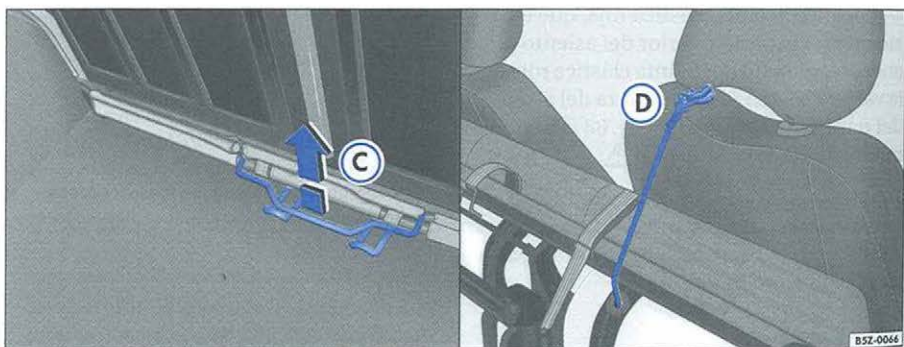

Fig. 90 Palanca para desbloquear el conjunto del piso / asiento inclinado fijado con la cinta elástica roja en la guía del apoyo para cabeza
– Tire de la palanca ⇒ página 106, fig. 90 ② para desbloquear el conjunto del piso, y al mismo tiempo, levántelo **cuidadosamente** en la dirección de los asientos delanteros ⇒ ⚠.
– Localice la cinta elástica roja, que está alojada en la parte inferior del asiento del banco y encaje el gancho de la cinta elástica roja en la varilla del apoyo para cabeza del asiento del pasajero, inmovilizando el conjunto ⇒ página 106, fig. 90 ③ ⇒ ⚠.